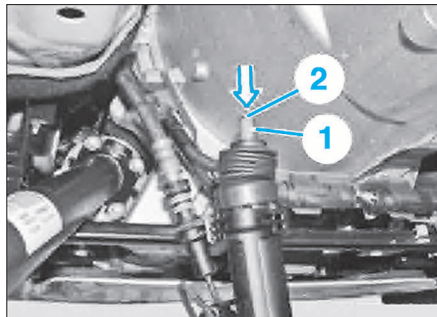

FIG. 26
- Nettoyer la tige de piston (1) et la surface d'appui de la fourchette de débrayage (Fig.26).